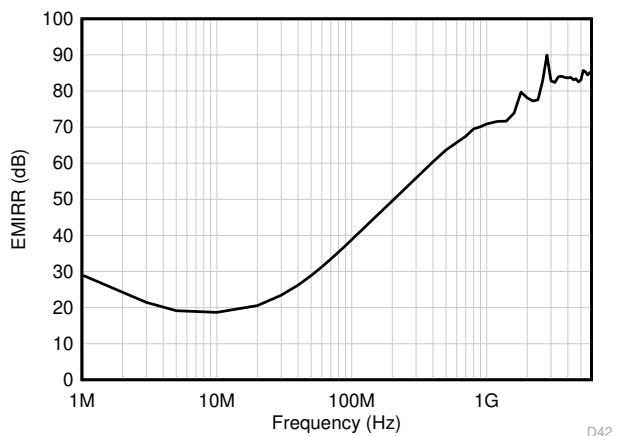

图 8-4. EMIRR 测试
TLV904x 采用集成电磁干扰 (EMI) 滤波来减少无线通信设备、混合使用模拟信号链和数字元件的高密度电路板等干扰源产生的 EMI 效应。通过电路设计技术可改进 EMI 抗扰度; TLV904x 受益于这些设计改进措施。德州仪器 (TI) 已经开发出在 10MHz 至 6GHz 宽频谱范围内准确测量和量化运算放大器抗扰度的功能。图 8-4 展示了对 TLV904x 执行此测试的结果。表 8-1 展示了 TLV904x 在实际应用中常见特定频率下的 EMIRR IN+ 值。运算放大器的 EMI 抑制比应用报告包含了与运算放大器相关的 EMIRR 性能主题, 该报告可在 www.ti.com 上下载。